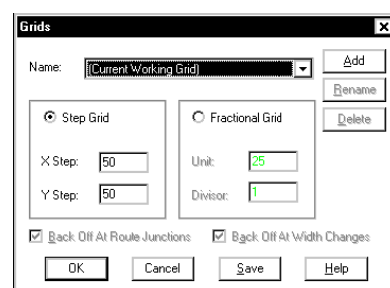

Рис. 23. Настройка сетки для рисования контура платы.
2. В появившемся окне Grids (рис. 23) в выпадающем списке Name выберем строку Current Working Grid.